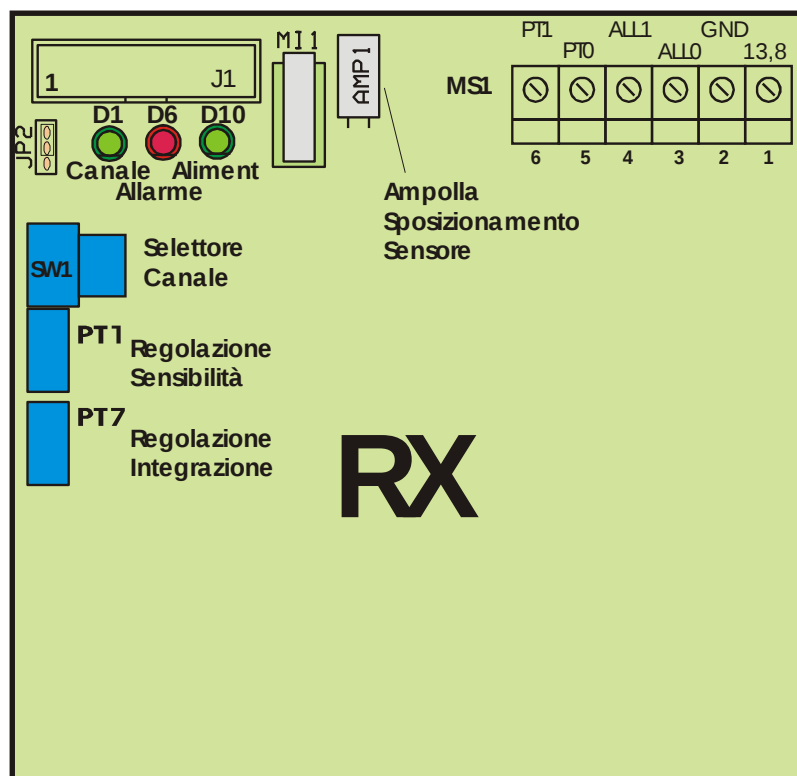

Figura 11
- connettere i fili di alimentazione ai morsetti 1 e 2 della morsettiera MS1 (figura 11).